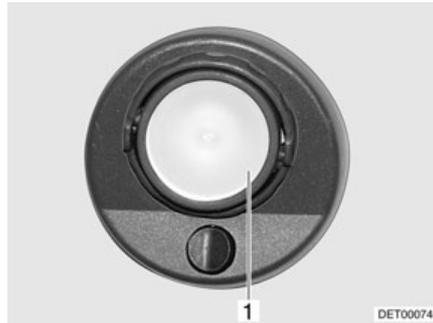

Fig. 280 Lámpara halógena sobre revoque de la cabina del conductor (modelo I)
- Sacar la cubierta de vidrio (Fig. 280,1) con cuidado, haciendo palanca con una herramienta apropiada (p. ej. destornillador) y retirarla.